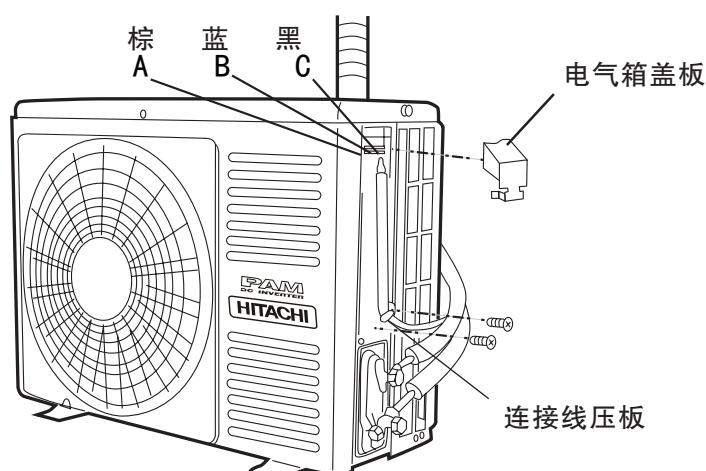

图16
- (1) 将电气箱盖板取下。
- (2) 将连接电缆分别按图16正确的牢固连接。(紧固力矩为8~15kgf.cm)
- (3) 必须将黄/绿线接至带有“ \ominus ”标志处的接地螺钉上。
- (4) 用连接线压板将连接电缆用螺钉紧固。
- (5) 完成接线后将接线排盖板重新安装凸台卡扣位置。
- (6) 将边盖重新安装。